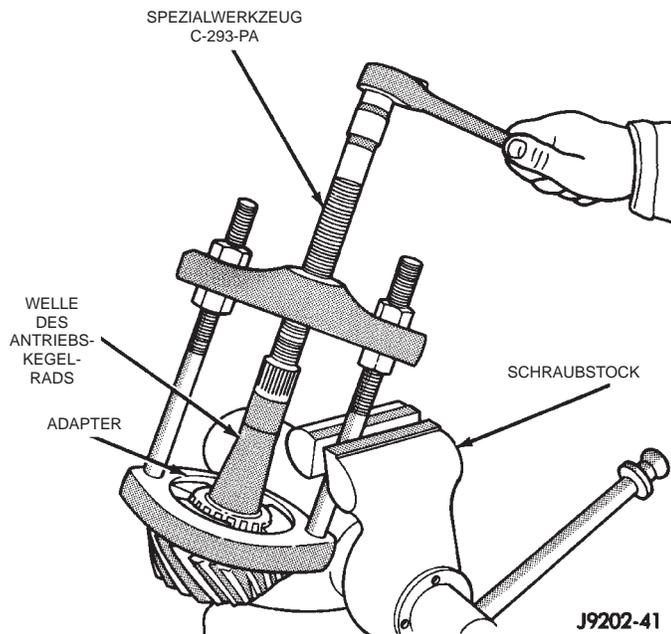

Abb. 39 Inneres Lager ausbauen
(12) Das innere Lager mit Abzieher C-293-PA und Adapter C-293-40 von der Welle abziehen (Abb. 39).